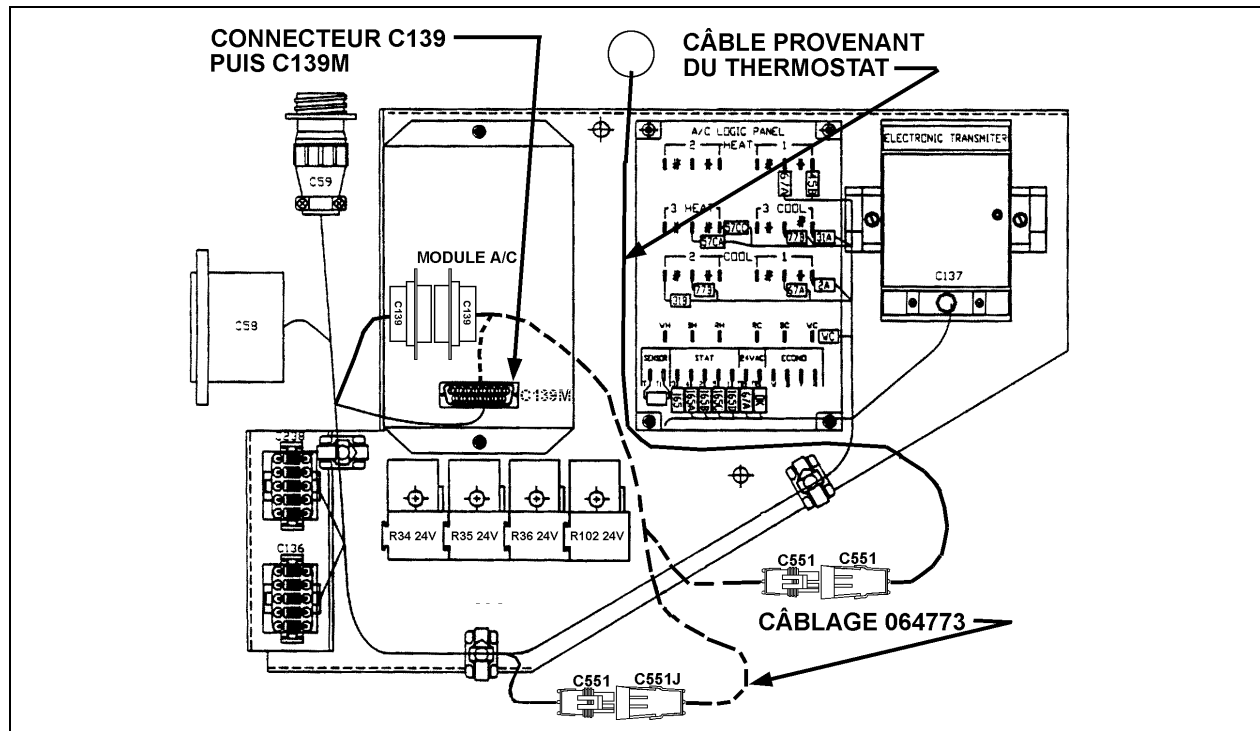

FIGURE 10 : PANNEAU DE JONCTION A/C DU COMPARTIMENT ÉLECTRIQUE ARRIÈRE
- À partir du compartiment électrique arrière, débrancher le connecteur C139 du module A/C (voir fig. 10). Brancher le connecteur **C139M** du câblage (Prévostr #064773) au module A/C et le connecteur **C139** au connecteur qui était installé sur le module, utiliser des attaches de nylon pour attacher les deux connecteurs et les empêcher de se séparer due aux vibrations. Se référer au schéma électrique D060882 P. 13.1 Rév. 08.
- Débrancher le connecteur C551 du panneau de jonction arrière (voir fig. 10), brancher le connecteur **C551J** du câblage avec la partie mâle du connecteur C551 et brancher le connecteur **C551** du câblage avec la partie femelle du connecteur C551 et avec le câble provenant du thermostat. Fixer tout le câblage avec des attaches de nylon.